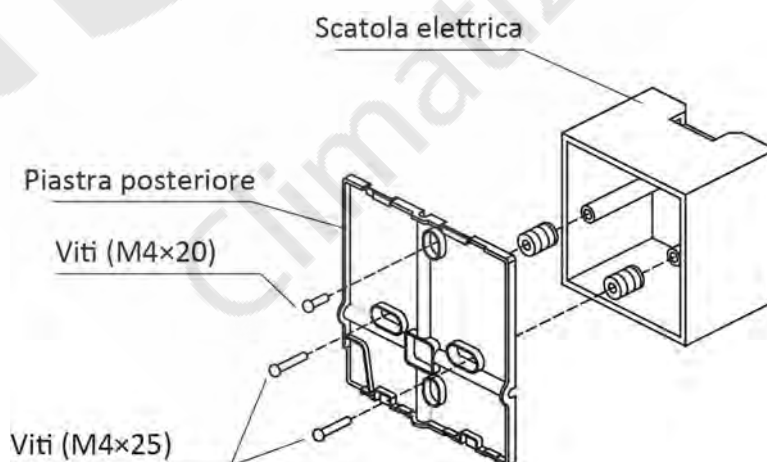

Fig.3-6
- Per un montaggio ad incasso, fissare la piastra posteriore alla scatola elettrica con 2 viti (M4x25) e fissarla alla parete con 1 vite (M4x20). (Fig.3-6)